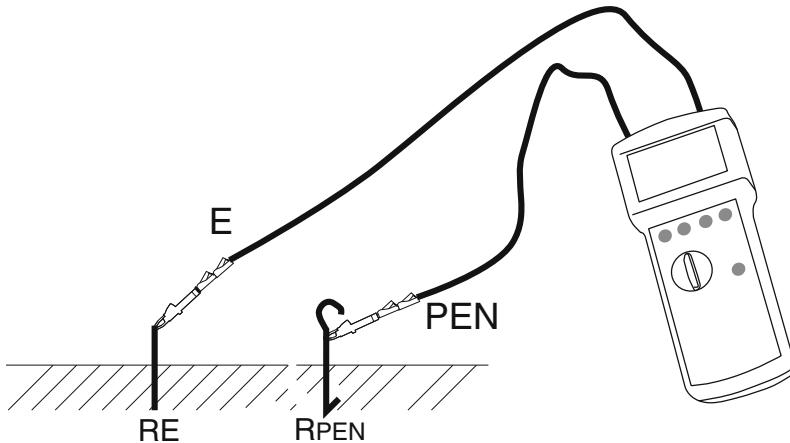

Bild 3: Messprinzip, zweipolare Messung:
- 1) Zum messenden Erder mit der Buchse (E) und bekannter Erder mit der Buchse (H) verbinden siehe auch Bild 3.
- 2) Drehen Sie den Messartwahlschalter (13) in Stellung "2 pol".
- 3) Stellen Sie die gewünschte Berührungsspannung mit der Taste "UL" (11) ein.
- 4) Falls gewünscht stellen Sie die manuelle Frequenzwahl mit der Taste "auto/man" (16) und die Messfrequenz mit der Taste "f1/f2" (12) ein.
- 5) Taste "Start" (14) drücken.
- Nach erfolgter Messung kann je nach Messergebnis mit der Taste "Anzeige" (17) zwischen den Anzeigen für Erdungswiderstand und Messstrom (I_M) gewählt werden.